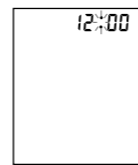
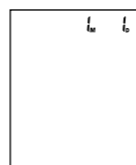

Рис. 2
Рис. 2-1
1. После установки батареек, в выключенном состоянии прибор показывает попеременно время (часы и минуты) и дату (месяц и день), см. Рис. 2 и Рис. 2-1.